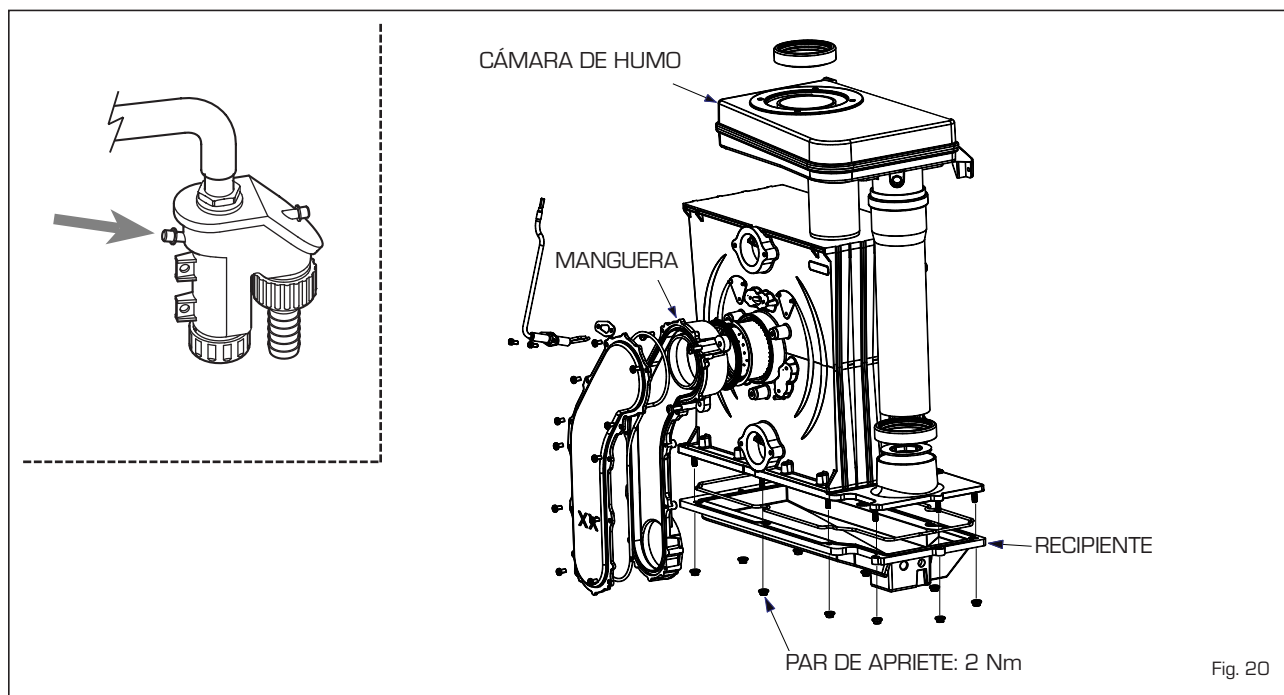

Fig. 20
4.5 MANTENIMIENTO (fig. 20)
El eventual llenado se efectúa con la boca correspondiente (fig. 20).
Para la limpieza del intercambiador y del quemador realice las siguientes operaciones (fig. 20):